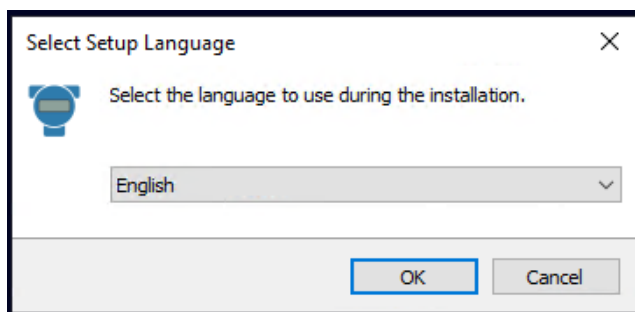

Рис. 2 Стартовое окно установщика в ОС Windows
1. Запустите имя *исполняемого файла.exe*. Появится окно выбора языка (рис. 2).